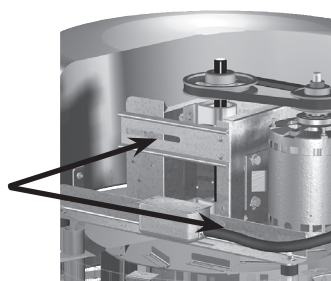

Figura 12
7. Para ajustar la tensión de la correa, puede soltar cuatro sujetadores del bastidor motriz, como se muestra en la Figura 12. La placa del motor se desliza del mismo modo en los brazos ajustables ranurados y en los ángulos de soporte del bastidor motriz. Cuatro (4) sujetadores en total. También se deben soltar los sujetadores idénticos del lado contrario.